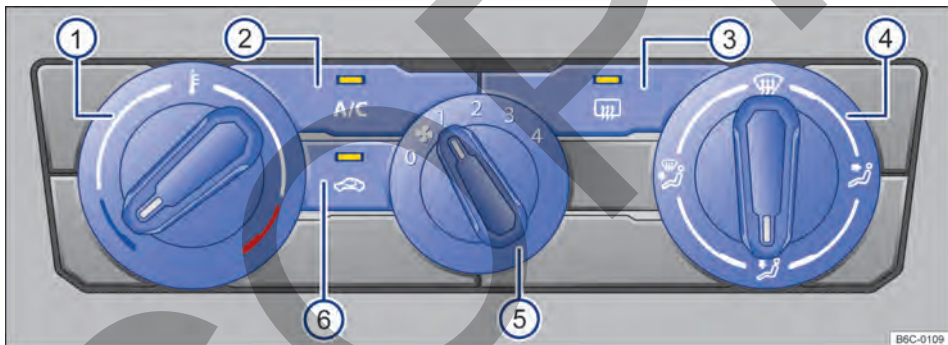

Fig. 81 Mandos del aire acondicionado.
- *Aire acondicionado*: girar el regulador del ventilador al nivel 0 → fig. 81 (5).
- *Aire acondicionado*: girar el regulador giratorio izquierdo → fig. 81 (1).
- *Aire acondicionado*: girar el regulador del ventilador → fig. 81 (5).
- *Aire acondicionado*: girar el regulador de la derecha → fig. 81 (4) a la posición deseada.
- *Aire acondicionado*: girar el regulador derecho a la posición  → fig. 81 (4).